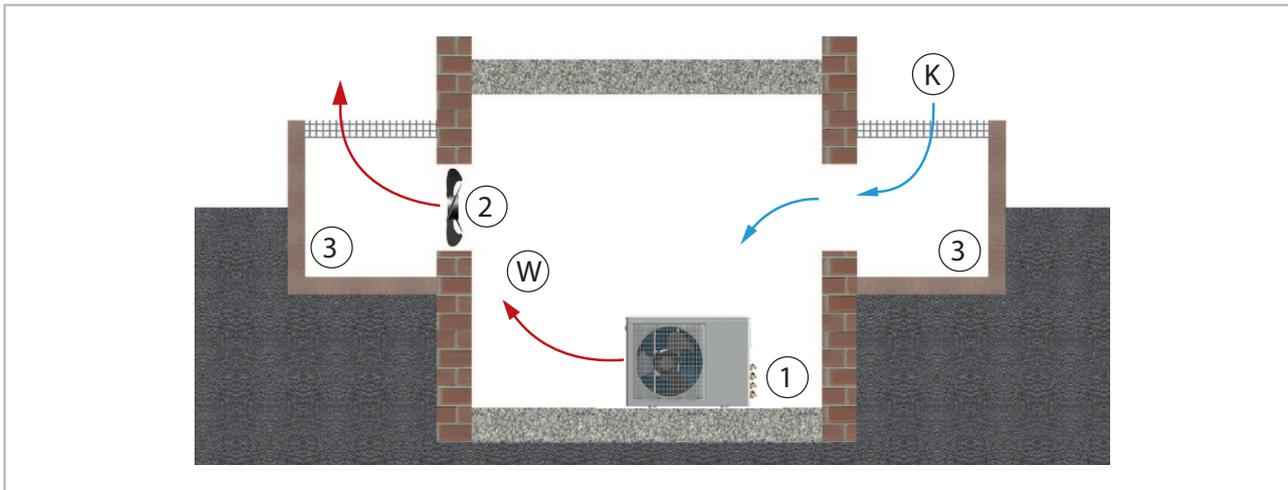

Abb. 13: Aufstellung im Gebäudeinneren
- Sorgen Sie für eine ausreichende Wärmeabfuhr, wenn das Außenteil im Keller, auf dem Dachboden, in Nebenräumen oder Hallen aufgestellt wird (Abb. 13).
- Installieren Sie einen zusätzlichen Ventilator, der über den gleichen Luftvolumenstrom des im Raum aufzustellenden Außenteiles verfügt und der event. zusätzliche Druckverluste durch Luftkanäle kompensieren kann (Abb. 13).